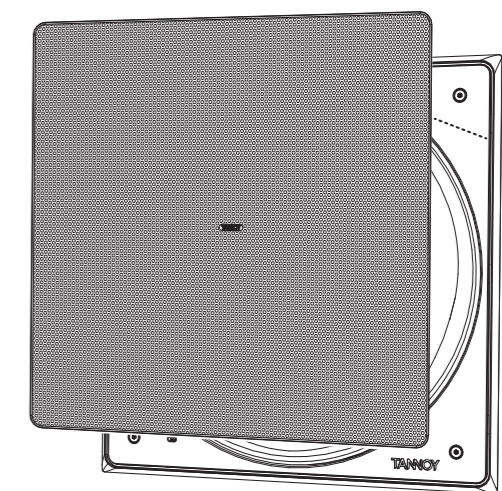

Fig. 11. Installing the Grille
1. Der Kühlergrill sollte sorgfältig montiert werden, indem die Kanten des Kühlergrills sorgfältig mit der Innenkante der Schallwand und des Rahmens ausgerichtet werden (Abb. 11). Drücken Sie nicht auf die Mitte des Gitters, um Beschädigungen der Vertiefungen zu vermeiden. Üben Sie gleichmäßigen Druck auf jede Ecke aus, während diese fest in Position gedrückt wird.